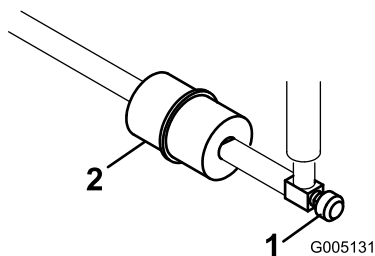

图44
内置式滤清器放置到油箱与化油器之间的燃油管内（图44）。
1. 关闭燃油切断阀，拧松滤清器化油器侧的软管夹，然后从滤清器中取出燃油管线（图44）。
2. 在过滤器下面放置一个放油盘，拧松剩余的软管夹，然后拆下过滤器（图44）。